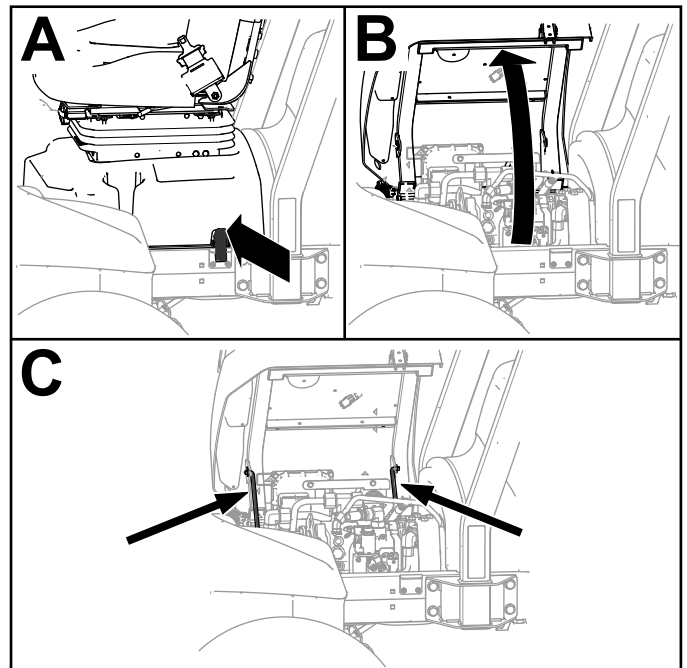

**Figura 64**
1. Desenganche la base del asiento (Figura 64, A).
2. Incline el asiento y la base (Figura 64, B).
3. Coloque las varillas de sujeción (Figura 64, C).